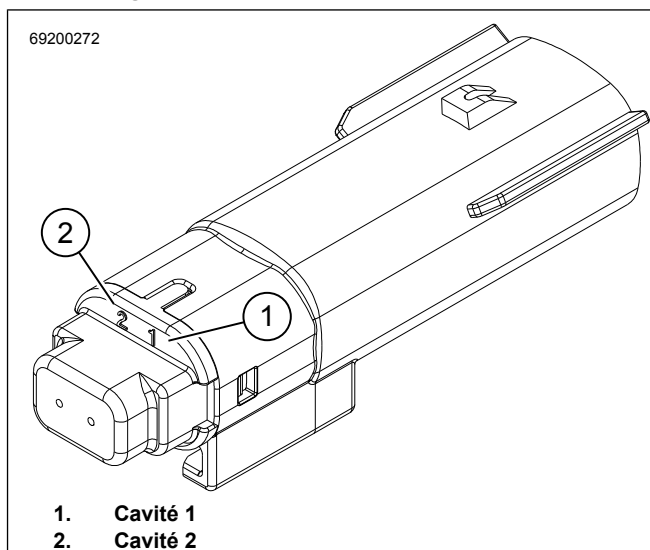

Figure 5. Connecteur à 2 broches 69200272
3. Voir la Figure 5. Installer les broches-bornes blanches/roses dans la cavité 1 du connecteur [69200272].